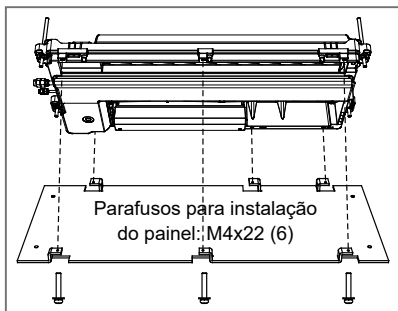

FIG. 15
- Coloque o gabarito na parte inferior da unidade interna com os parafusos usados para fixar a placa (Fig. 15).